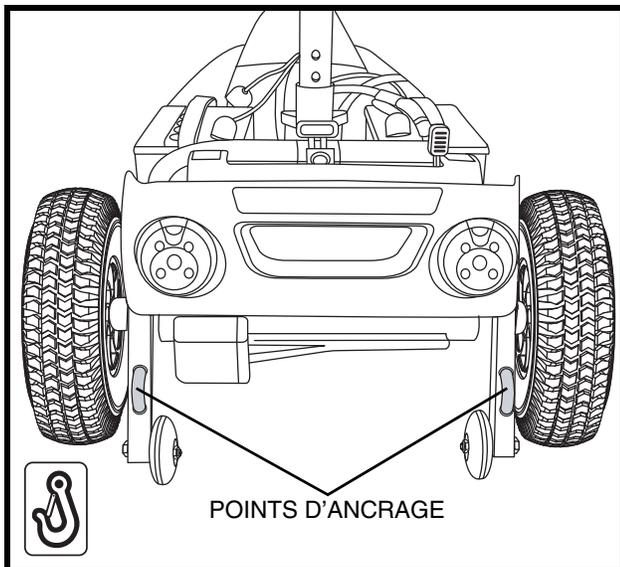

Figure 10. Points d'ancrage arrière
Le scooter doit toujours être ancrés face à l'avant du véhicule. Fixez les quatre (4) courroies aux points d'ancrage désignés sur le scooter. **Voir les figures 10, 10A et 10B.** Serrez-bien les courroies pour retirer le jeu excessif. N'attachez jamais le scooter par ses composants réglables ou mobiles tels que les accoudoirs, capots ou roues. Ces articles devraient être enlevés. Positionnez les points d'ancrage arrière des courroies directement derrière le scooter. Les points d'ancrage avant sont disposés plus loin de chaque côté du scooter afin d'augmenter la stabilité latérale.